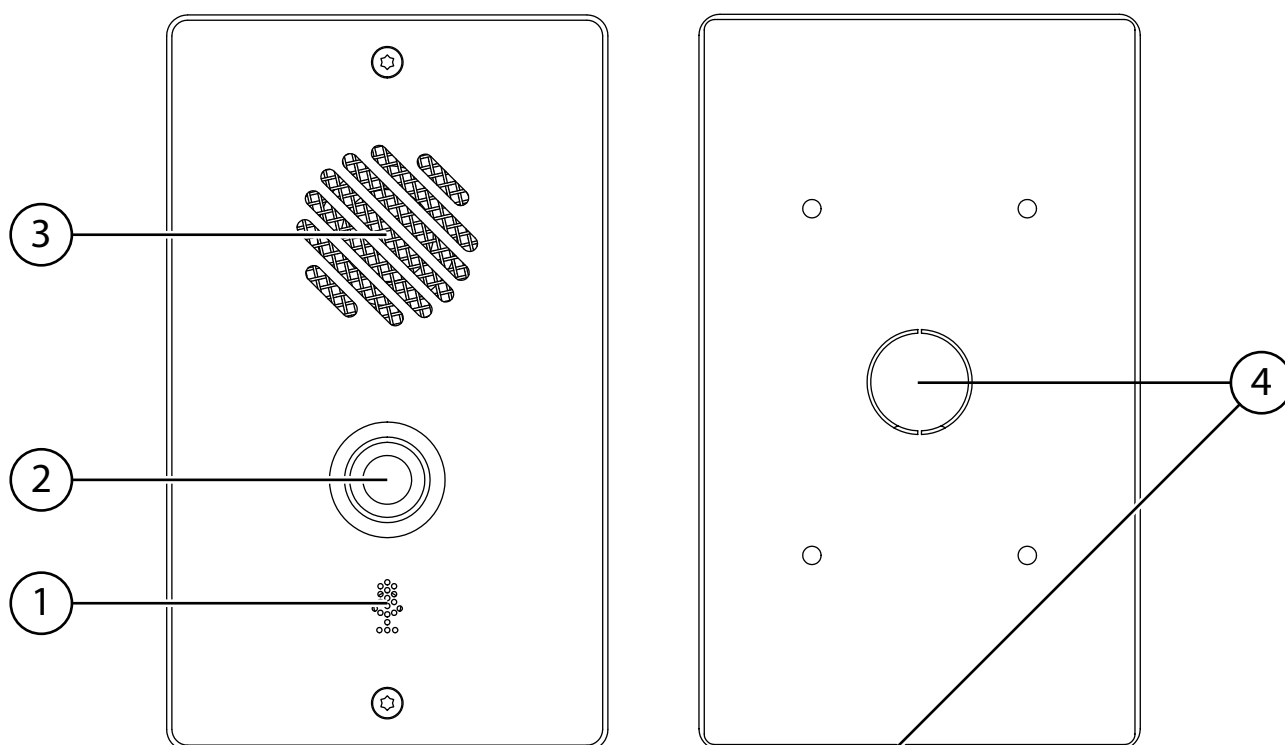

Рисунок 1 — Передняя и задняя панель ВП
2.3.1 Отсоедините заднюю панель ВП согласно Приложению Г или Д, рис. 1.